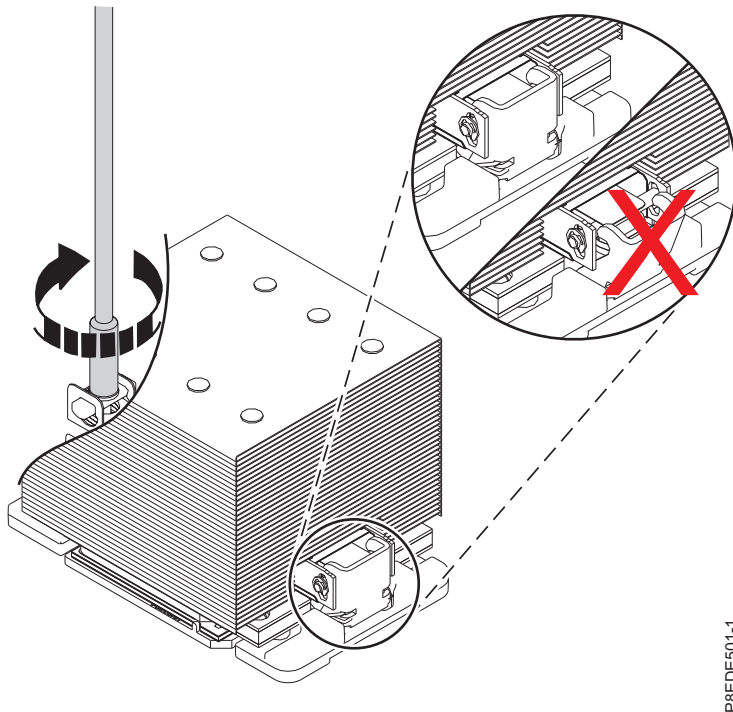

Abbildung 19. Sichern des Kühlblechs
Anmerkung: Sollte die Halteklammer nicht eingerastet sein, müssen Sie ihn manuell am Kühlblech einrasten lassen, während die Halteschraube angezogen wird. Siehe Abb. 19 auf Seite 20.
- a. Stellen Sie beim Platzieren des Kühlblechs auf dem Systemprozessormodul sicher, dass die seitlich am Kühlblech befindliche Halteklammer einrastet, siehe Abb. 19 auf Seite 20.